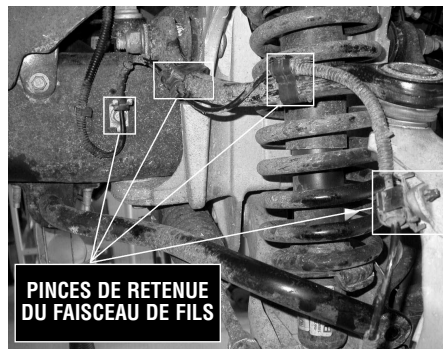

FIGURE 1
6. Si le véhicule est équipé de freins ABS, débrancher le faisceau de fils du bras supérieur de suspension et du châssis (VOIR FIGURE 1).